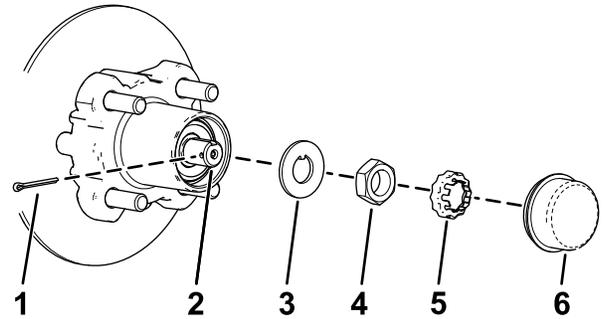
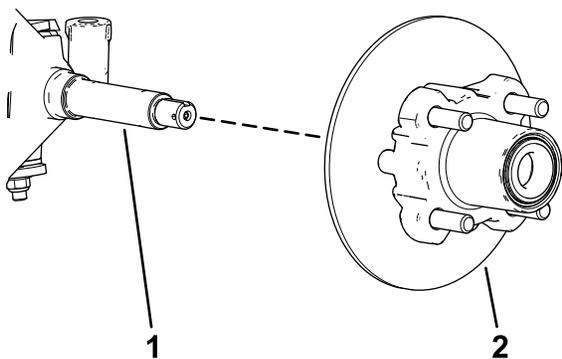

Figure 38
Figure 39
4. Retirez le couvre-moyeu du moyeu (Figure 38).
5. Retirez la goupille fendue et le frein d'écrou de la fusée et de son écrou (Figure 38).
6. Enlevez l'écrou de la fusée, et séparez l'ensemble moyeu et rotor de la fusée (Figure 38 et Figure 39).